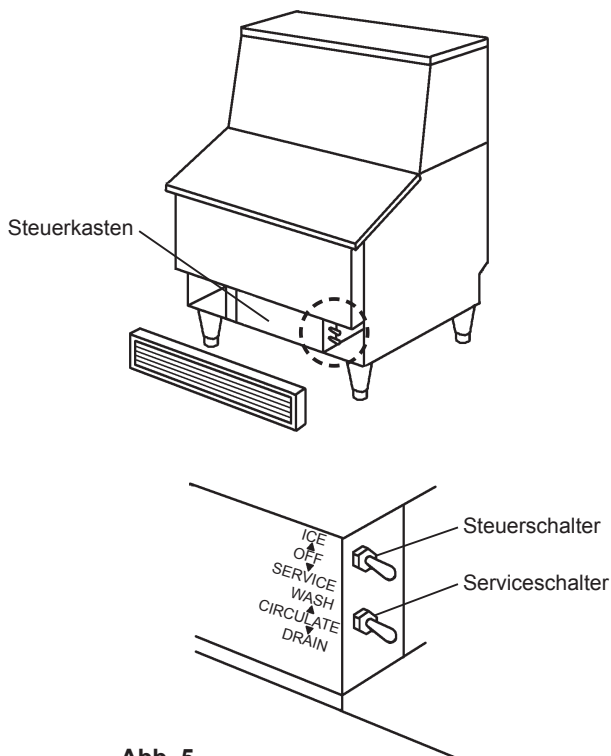

Abb. 5
- Den Steuerschalter am Steuerkasten in die Position „OFF“ stellen. Siehe Abb. 5.